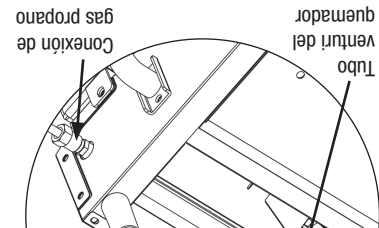

Figura 3
1. Gire la perilla de control del regulador a la posición "OFF" (Apagado), vea Figura 3.